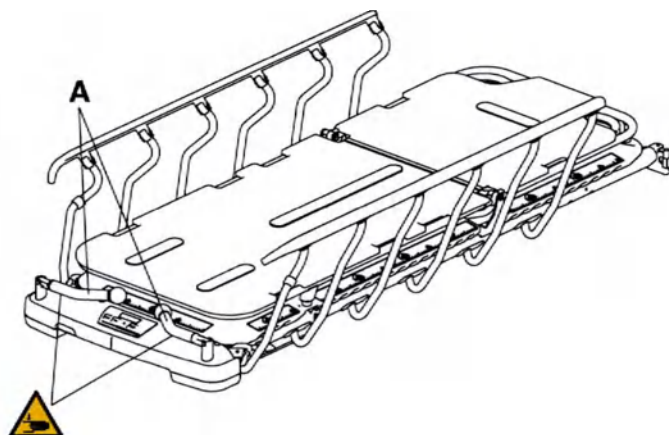

Рисунок 11 – Перевод ручек для толкания ножного конца в сложенное положение
3. Выполните эти действия в обратном порядке, чтобы перевести ручки для толкания ножного конца (А) в сложенное положение (Рисунок 11).